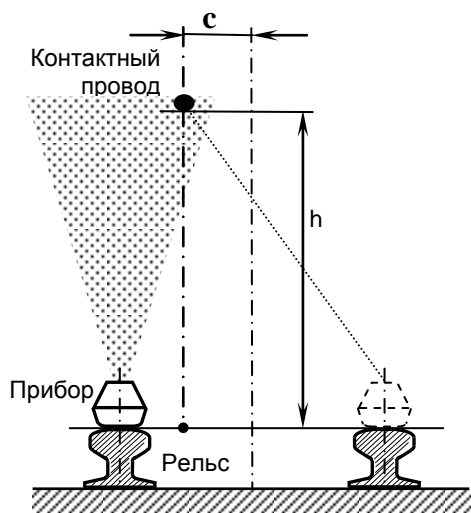
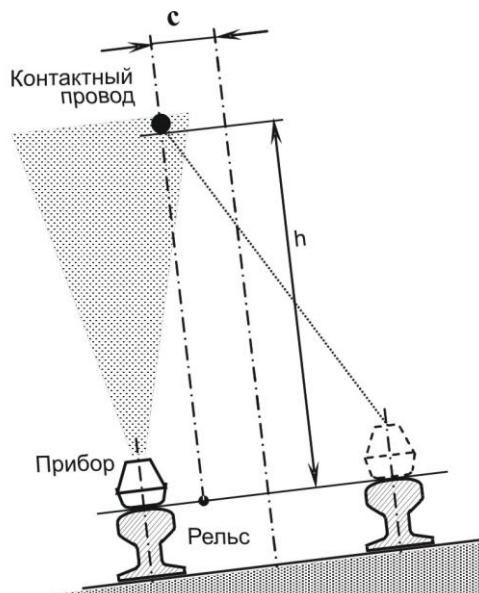

Рис.1.
Рис.2.
8. Прибор показывает вертикальный габарит контактного провода (h) и боковое смещение относительно геометрической оси железнодорожного пути (c) (рис.1). При измерениях на поворотах учитывается и наклон полотна относительно горизонта. Никаких перерасчетов производить не требуется (рис.2). Результаты измерений выводятся на дисплей в цифровой форме. Поэтому показания двух приборов могут отличаться, однако расхождение между показаниями в одном месте не должны превышать значения 5 см.